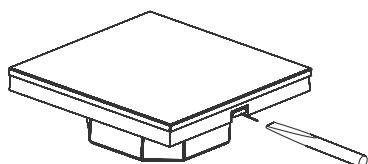

Рис. 1. Снятие сенсорной панели.
- 3.2. Аккуратно отделите лицевую панель от корпуса с помощью отвертки (Рис. 1).